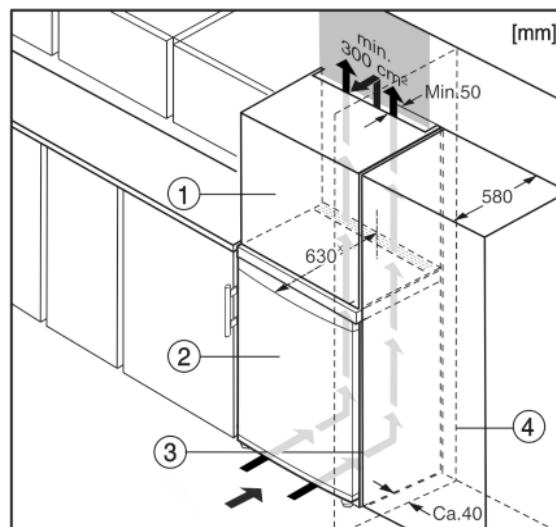

Fig. 10
Устройство может быть окружено кухонными шкафами. Чтобы уравнять устройство Fig. 10 (2) по высоте с кухонной стенкой, можно установить над устройством дополнительный шкафчик Fig. 10 (1).
При комбинировании с кухонными шкафами (глубина макс. 580 мм) устройство можно установить непосредственно рядом с кухонным шкафом Fig. 10 (3). Устройство выступает сбоку на 34 мм^x и по центру на 50 мм^x относительно передней стенки кухонного шкафа.
Если устройство установлено на шарнирах у стены Fig. 10 (4), то расстояние между устройством и стеной должно быть не менее 40 мм. Настольно выступает ручка при открытой двери.